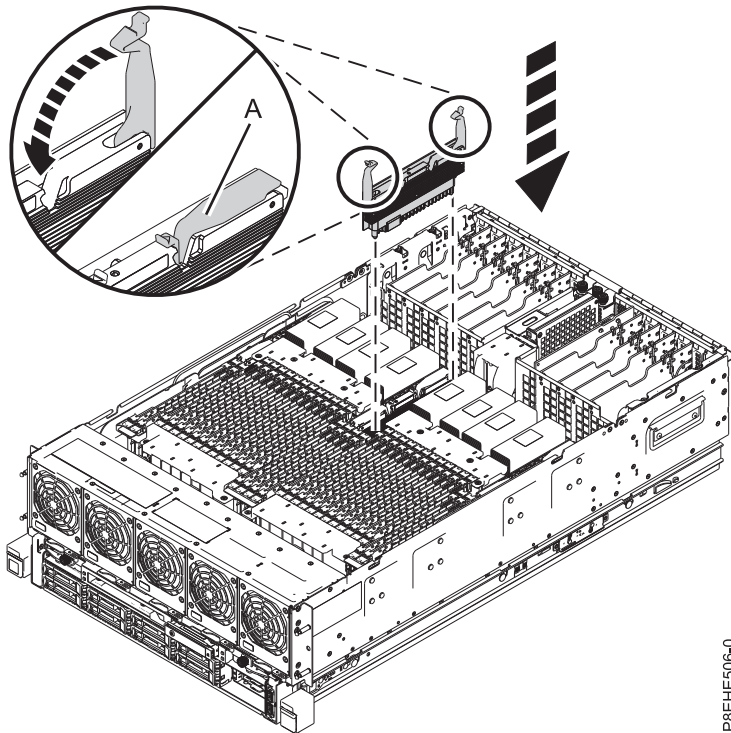

Figure 13. Remplacement d'un régulateur de tension de processeur dans le système
- a. Assurez-vous que les languettes de connecteur (**A**) sont en position déverrouillée, comme illustré dans la figure 13, à la page 22.
- d. Appuyez sur les languettes de connecteur (**A**) du régulateur de tension de processeur jusqu'à ce que celui-ci soit correctement fixé au châssis du système, comme illustré dans la figure 13, à la page 22.